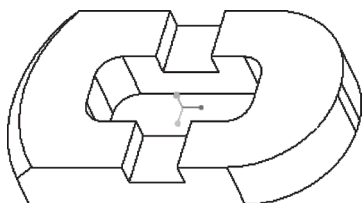

图 8-47 原始实体模型
1) 在“快速访问”工具栏中单击“打开”按钮 ，选择本书配套的素材实体模型文件“bc_8_bjdyj.prt”打开，该文件中的原始实体模型如图 8-47 所示。